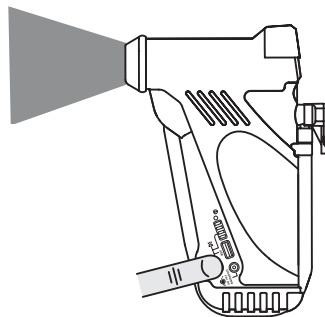

Рис. 3
1. Нажмите и удерживайте клавишу переключения режимов (рис.3) в течение 3 секунд для включения фонаря. Отпустите клавишу после того, как включится подсветка.